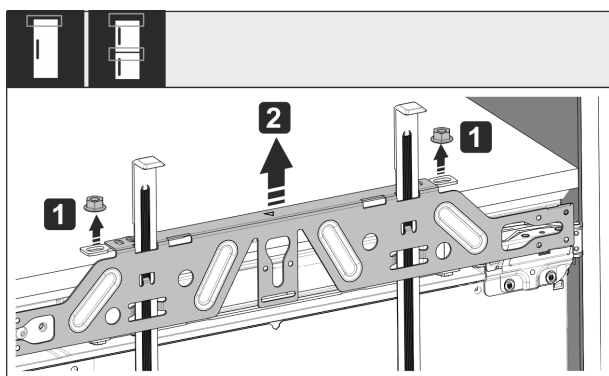

Fig. 51
- ▶ Atlaisvinkite antveržles Fig. 51 (1).
- ▶ Nuimkite tvirtinimo skersinį Fig. 51 (2).